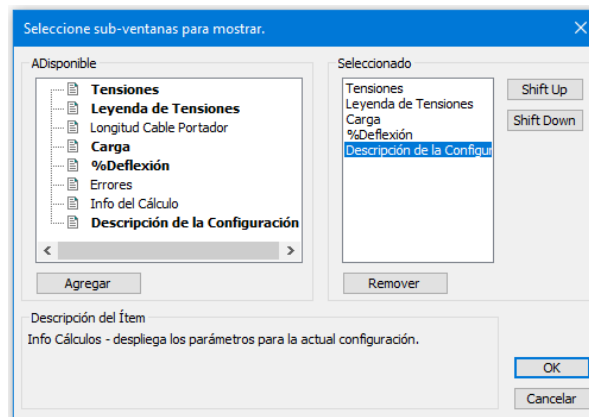

Figura 4-12: Seleccione sub-ventanas para mostrar
- En la porción de sub-ventanas del cuadro de diálogo, presione *Seleccionar...* para abrir el cuadro de diálogo mostrado abajo en la Figura 4-12.